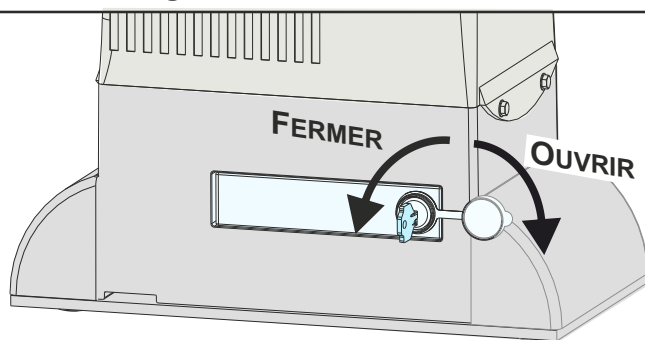

Fig. 32
- Ouvrir le couvercle serrure, insérer la clé et la tourner 90° dans le sens des aiguilles d'une montre (Fig. 32)